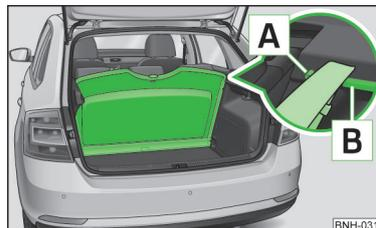

Abb. 78
- Die ausgebaute Abdeckung zwischen den Bolzen **[A]** und die Anlagefläche **[B]** der Seitenverkleidung einschieben » Abb. 78.